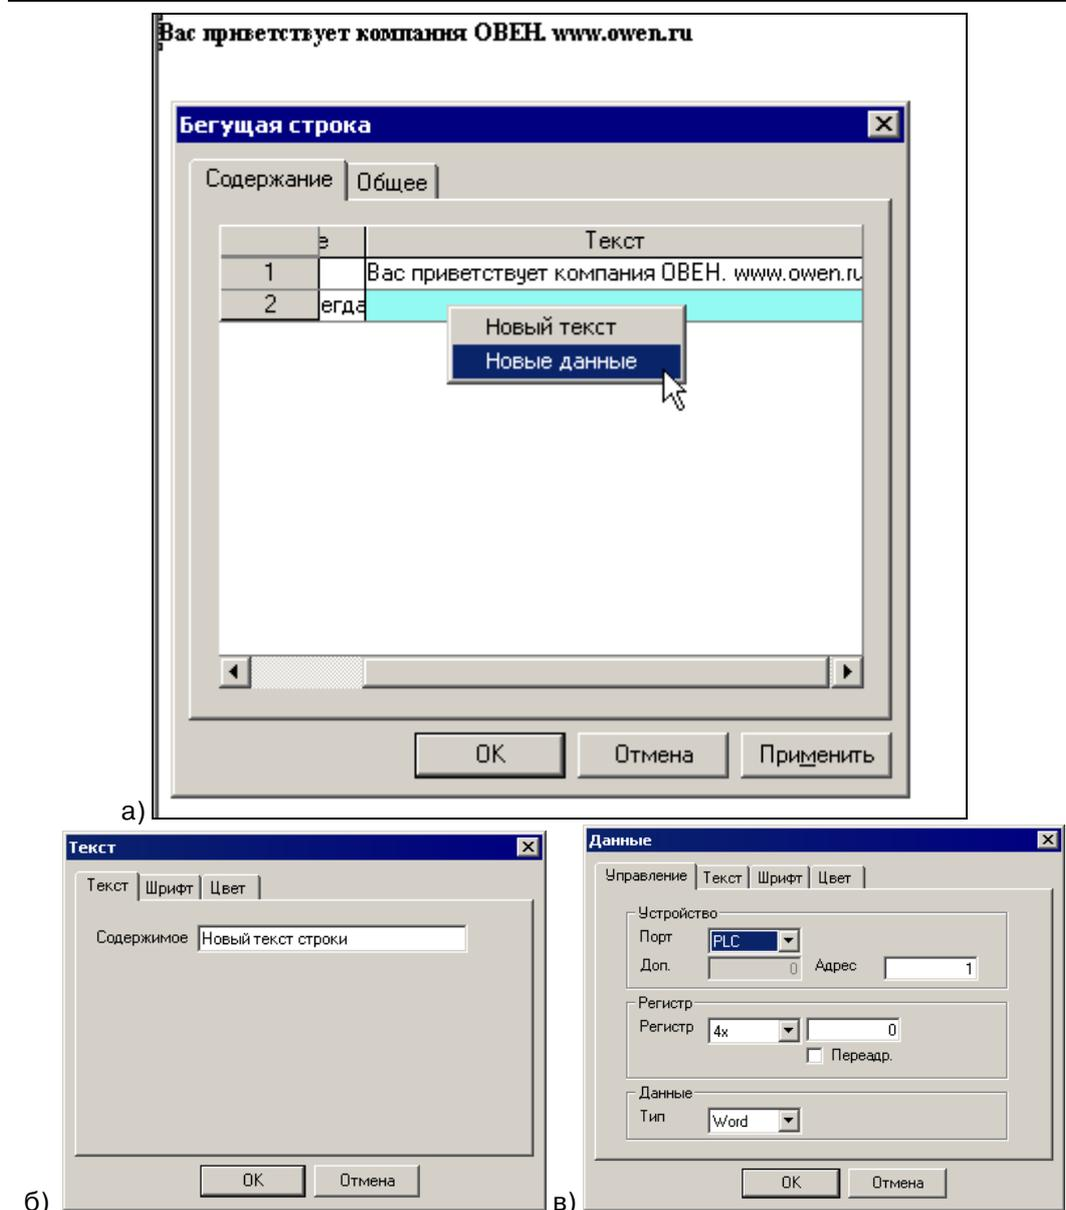

Рисунок 193
Указатель мыши приобретет вид рамки будущего текстового поля. Следует позиционировать указатель на требуемом месте и нажать левую кнопку мыши. Элемент будет добавлен на экран или в окно проекта. Одновременно откроется окно задания свойств элемента «Бегущая строка» (см. рис. 193).
На вкладке «Сообщение» (см. рис. 193, а) окна задаются параметры текста бегущей строки. В окне отображается таблица с двумя колонками: «Управление» и «Содержание».
3) Для редактирования текста бегущей строки: дважды щелкнуть левой кнопкой мыши на требуемой ячейке колонки «Содержание». Откроется окно «Текст» (см. рис. 193, б). Приемы работы с ним см. в п. 4.1.
4) Для дополнения текста бегущей строки – щелкнуть правой кнопкой мыши на ячейке колонки «Содержание» и в открывшемся контекстном меню выбрать команду «Новый текст» или «Новые данные». В ячейку колонки «Содержание» таблицы, отображающейся на вкладке, будет добавлена новая часть, соответствующая новому, добавленному, элементу текста бегущей строки. При выборе варианта «Новый текст» открывается окно «Текст»; при выборе варианта «Новые данные» открывается окно «Данные» (см. рис. 193, в), приемы работы с которым опи-